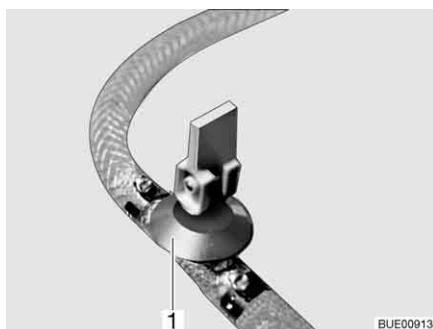
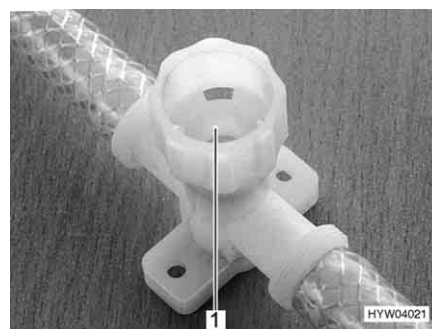

Fig. 185 Robinet de vidange (avec levier à bascule)
Fig. 186 Robinet de vidange (avec capuchon tournant)
- Fermer tous les robinets de vidange. Placer pour ce faire le levier à bascule (Fig. 185,1) à l'horizontale ou faire tourner le capuchon du robinet de vidange (Fig. 186,1) dans le sens des aiguilles d'une montre.